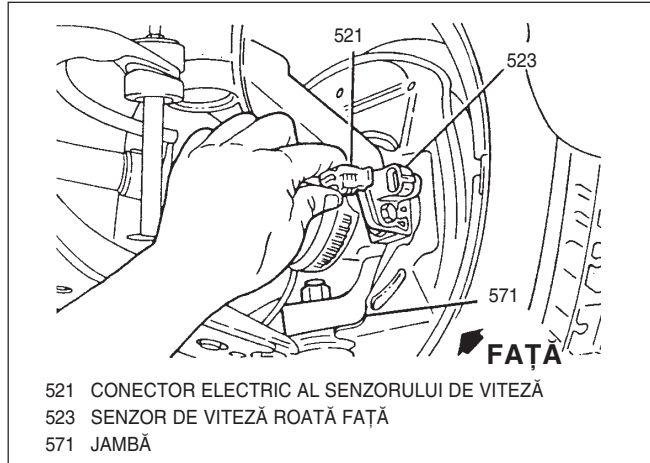

Fig. 24 Deconectarea conectorului electric al senzorului de viteză al unei roți din față
2. Conectorul electric al senzorului de viteză (Fig. 24).
3. Conectorul electric al senzorului de viteză (Fig. 24).